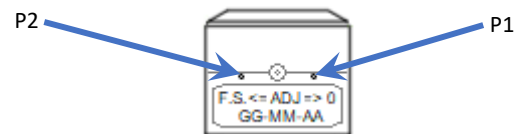

Fig. 3
- Se la misura non è prossima a 0 ppm, nel caso sia collegato al data logger, o a 4 mA, se collegato all'amperometro, è necessario procedere alla regolazione del valore ruotando il trimmer P1 (vedi Fig. 3), accessibile dopo aver rimosso il grano di protezione con un piccolo cacciavite a taglio.
- Se la misura risulta diversa da 50 ppm, nel caso sia collegato al data logger, o a 20 mA, se collegato all'amperometro, è necessario procedere alla regolazione del valore ruotando il trimmer P2, accessibile dopo aver rimosso il grano di protezione (vedi Fig. 3) con un piccolo cacciavite a taglio. Qualora il riferimento fosse diverso da 50 ppm, utilizzare la seguente formula per calcolare il corrispondente valore in corrente:
- If the measurement is not close to 0 ppm, when connected to the data logger, or to 4 mA when connected to the ammeter, it is necessary to adjust the value by turning the trimmer P1 (see Fig. 3), accessible after removing the protective screw with a small flat screwdriver.
- If the measurement is different from 50 ppm, in the case it is connected to the data logger, or 20 mA if connected to the ammeter, it is necessary to adjust the value by turning the trimmer P2, accessible after removing the protective screw (see Fig. 3) with a small flat screwdriver.